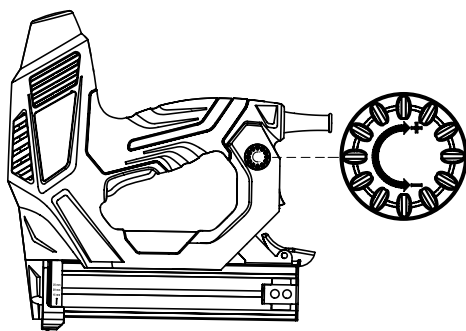

Fig. 6 – Ajuste de impacto
Através do botão de ajuste de impacto (8) é possível ajustar o nível de impacto do grampeador/pinador. Para o uso em materiais mais finos e leves como lâminas e tecidos, gire o botão de ajuste de impacto (8) para o símbolo “-”, ajustando o nível de impacto ideal para o material, conforme Fig. 6. Já para materiais mais grossos e mais duros, gire o botão de ajuste de impacto (8) até o símbolo “+”, ajustando o nível de impacto ideal para o material, conforme Fig. 6. Faça testes antes do uso para ajustar o nível ideal de impacto.